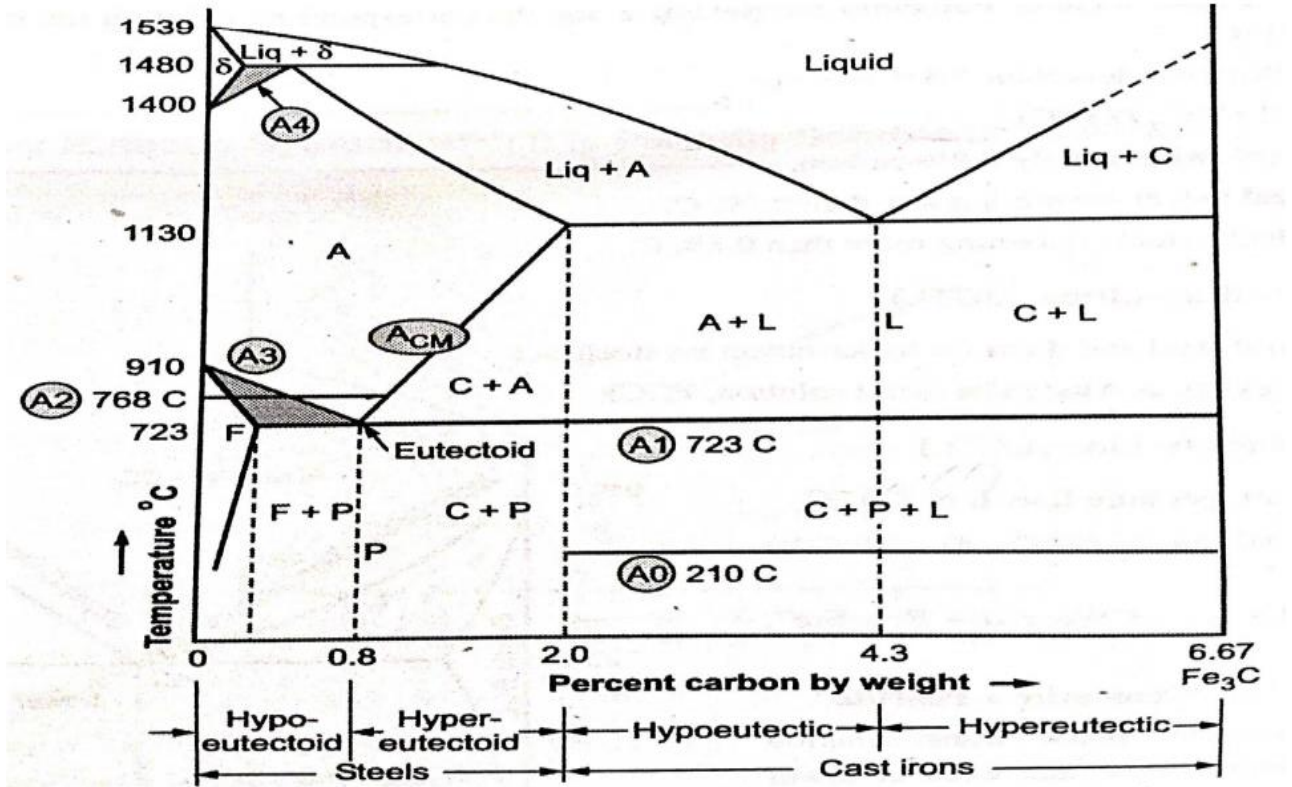

Fig 1.7.1
**ब्रिनेल हार्डनेस टेस्टर:****Fig 1.7.1****ब्रिनेल हार्डनेस टेस्टर मशीन**